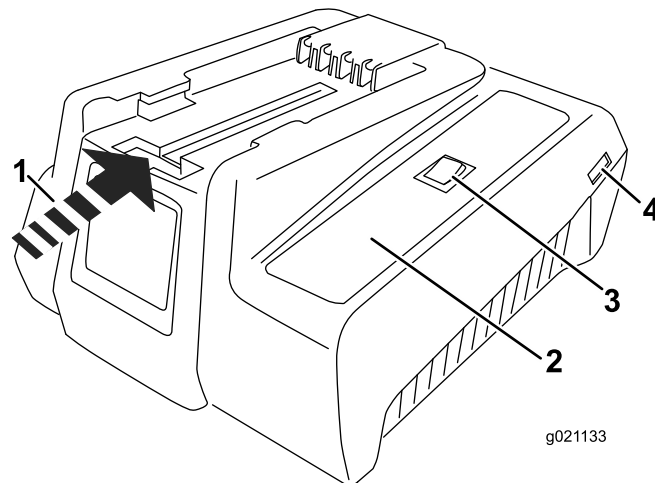
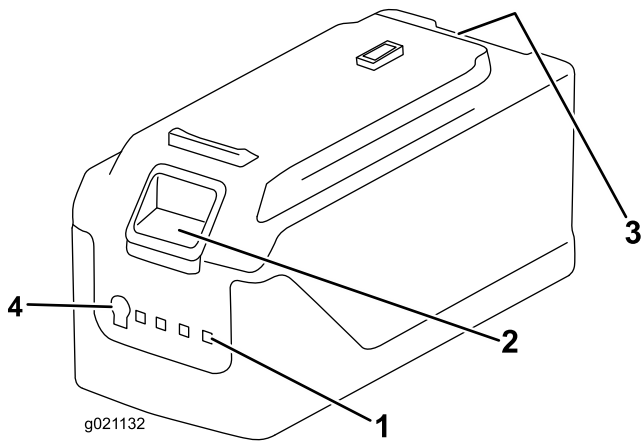

Figure 22
Figure 23
1. Si ce n'est déjà fait, branchez le cordon d'alimentation au chargeur (Figure 22), puis branchez-le à la prise électrique.
2. Retournez la batterie et placez la borne en face de la fente du chargeur (Figure 22 et Figure 23).